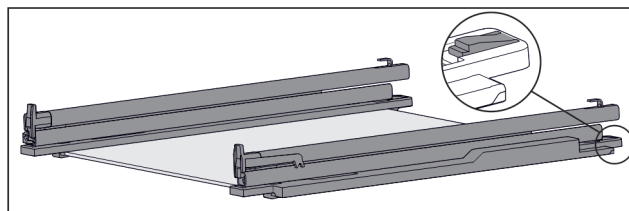

Fig. 126 Glashylla med skenor och fästdelar
- ▶ Tryck ned bakre fästdel (se Fig. 126) och skjut samtidigt skena bakåt.